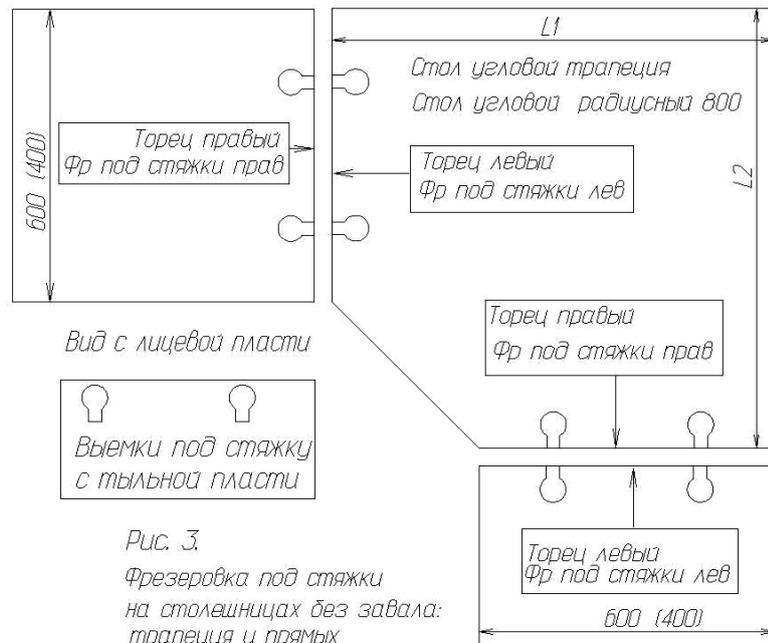

Рис. 3.
- Фрезеровка под стяжки лев (прав) на торце столешницы шириной 600 или 400 мм (рис. 3,4).